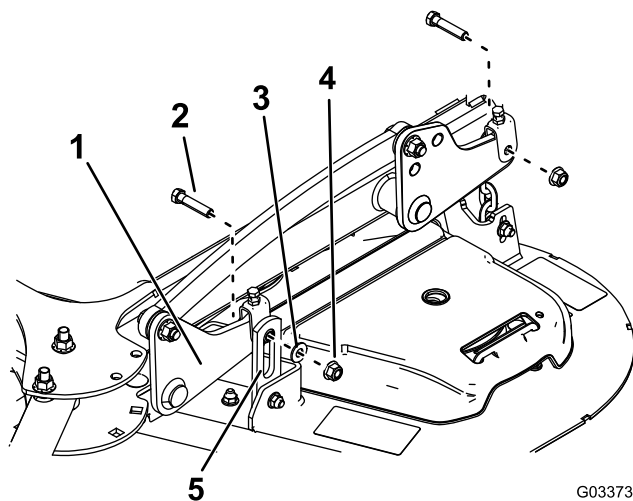
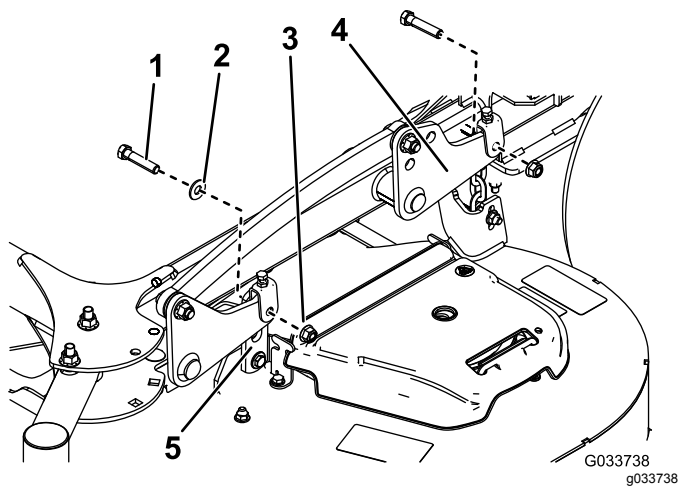

Figura 84
Figura 85
5. Retire los 2 pernos, las 2 tuercas y la arandela que conectan los ganchos de la carcasa de corte con las placas de elevación para ambos lados de la carcasa de corte (Figura 84 y Figura 85).
Nota: Coloque los soportes de ganchos delanteros del exterior de los brazos de elevación delanteros para carcasas de 132 cm (52") (Figura 84). Coloque los soportes de ganchos delanteros del interior de los brazos de elevación delanteros para carcasas de 152 cm (60") (Figura 85).